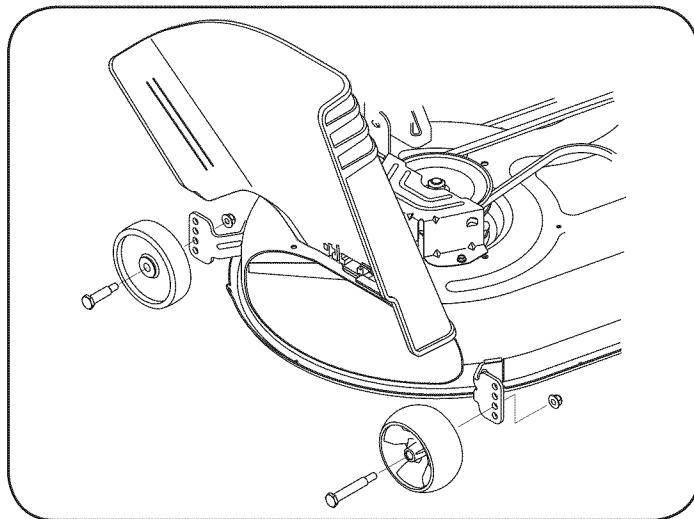

Figura 4
- b. Retire las ruedas de calibración delanteras y traseras retirando las contratueras y los tornillos con reborde que las sujetan a la plataforma. Vea la Figura 4.